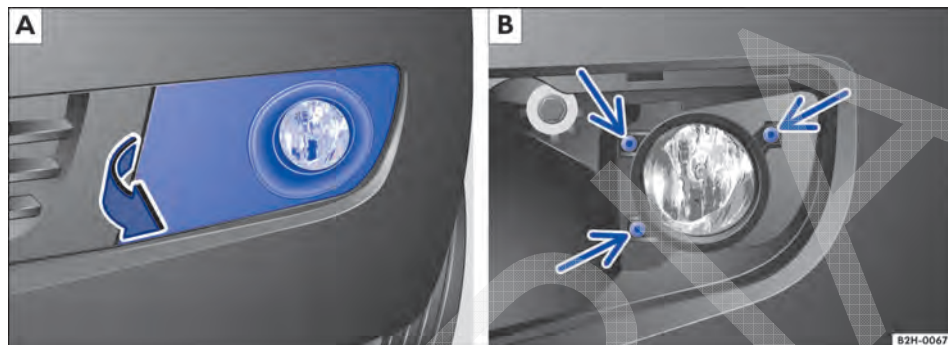

Fig. 170 No para-choque dianteiro à direita: desinstalar farol.
2. Puxar a cobertura para frente no sentido da seta ⇒ Fig. 170 A.
3. Desparafusar os parafusos de fixação ⇒ Fig. 170 B com a chave de fenda das ferramentas de bordo ⇒ Página 314.
10. Encaixar o farol nos apoios ⇒ Fig. 170 B e rebater para trás.
11. Apertar os parafusos de fixação ⇒ Fig. 170 B com a chave de fenda.
12. Encaixar a cobertura no para-choque ⇒ Fig. 170 A.